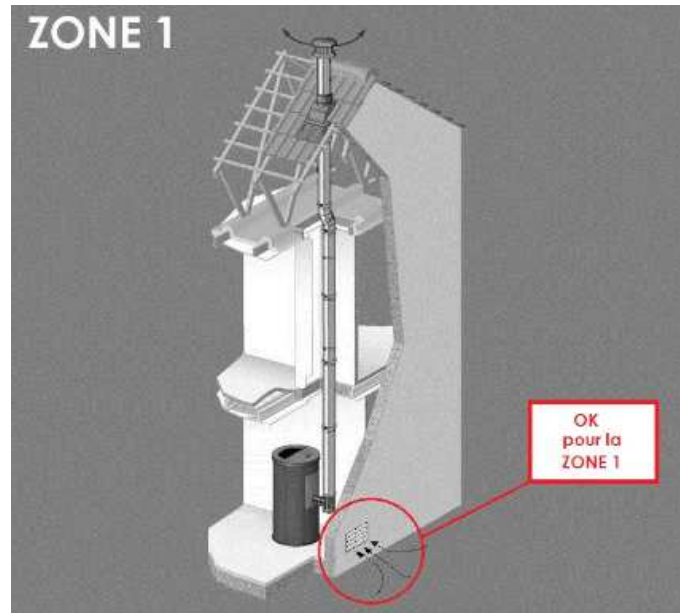

Fig. 21 - Installation possible pour tous les poêles (ZONE 1)
- L'afflux d'air entre l'extérieur et la pièce peut se produire directement, à travers une ouverture dans les murs extérieurs de la pièce (solution conseillée voir **Fig. 21**)